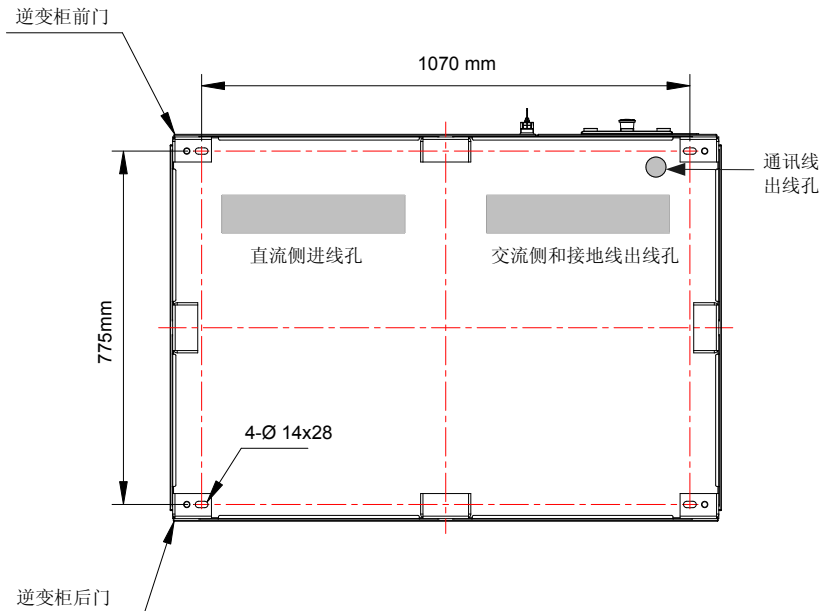

图 5-9 SSI250K3G-A 逆变器底部安装孔位尺寸及出线孔示意图（仰视图，单位：mm）
- 1) 确认安装平面上的固定孔位和逆变器的安装孔位一致，固定孔位置详见图 5-9；